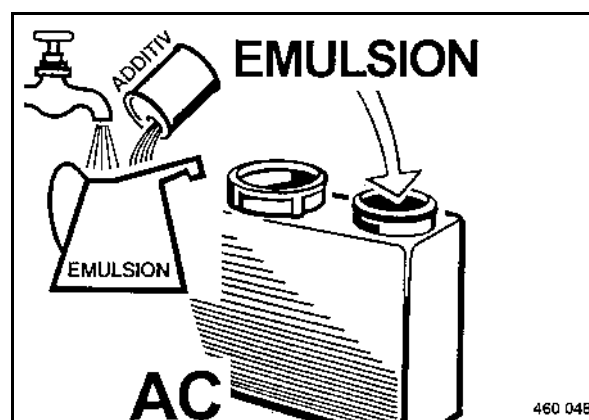

fig. 92
- Retirer le couvercle (fig. 92) du réservoir, si nécessaire refaire le plein d'émulsion puis remettre le bouchon en place.